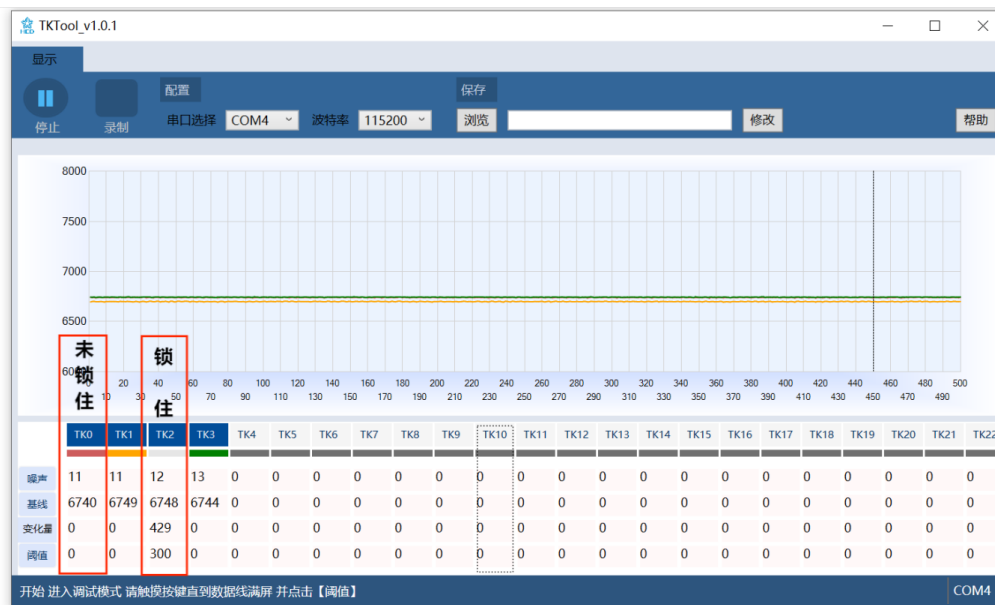

图 2-4 调试通道
- 每一个按键调试之后会自动锁住通道，不然数据会被覆盖。手动点击界面表格中的颜色按钮，使得按钮颜色消失，便可以锁住通道，再次点击可以解锁通道，如图 2-4 所示